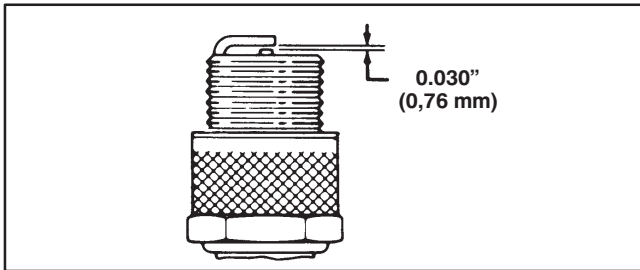

Figure 17
3. Régler l'écartement des électrodes à 0,76 mm (0.030") (Fig. 17). Monter la bougie correctement réglée, munie de son joint, et la serrer fermement à 19 N.m (14 ft-lb).